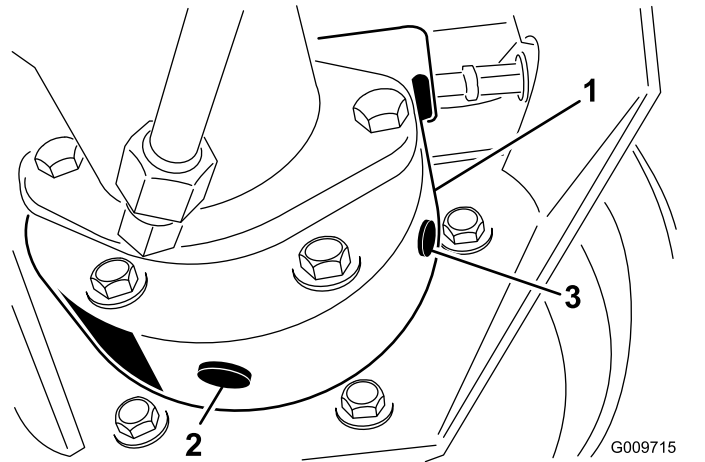

Bild 45
3. Stellen Sie ein weiteres Auffanggefäß unter das Bremsgehäuse an der anderen Seite des Rads (Bild 45).